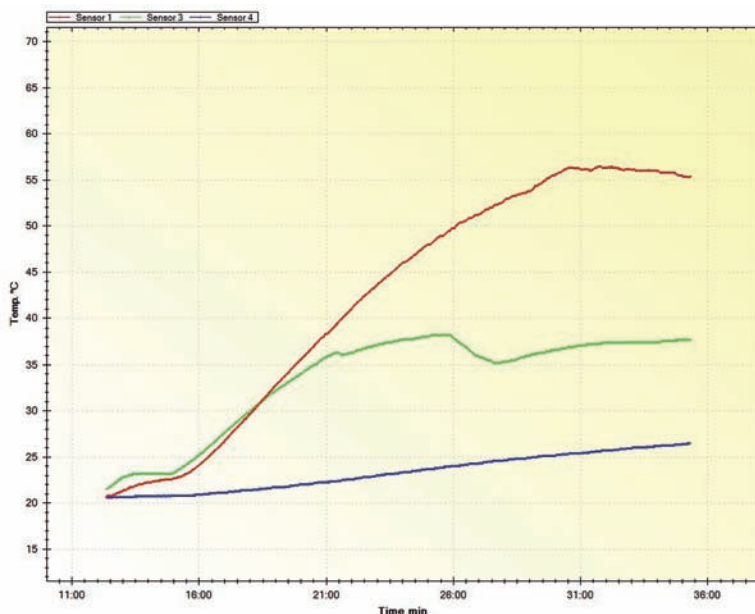

Fig. 4
tive a un apparecchio elettronico in funzionamento, mentre in Fig.4 è possibile vedere il plottaggio della medesima misurazione nel tempo. Dal momento dell'accensione dello strumento alla raggiunta stabilità delle temperature (circa 25 minuti di rilevazioni). Precisamente: "Sensor1" (rosso) è il dissipatore principale (che si stabilizza attorno ai 50-55 °C), "Sensor3" (verde) è una resistenza di potenza che varia abbastanza nel tempo in termini di watt dissipati e quindi in temperatura, mentre "Sensor4" (blu) è la temperatura del trasformatore di alimentazione (che rimane
Con riferimento allo schema di Fig. 4 (1ª parte), in cui sono previsti dei Test Point per la misura del livello del segnale SSB, si riportano alcune misure effettuate con l'analizzatore di spettro con l'apparato in trasmissione, la prova è stata eseguita con una modulazione a due toni rispettivamente a 800 e 1800 Hz:
2. Mixer/modulatore bilanciato, IF ed AGC; lo schema è in Fig. 4 - 1ª parte;
Collegare un generatore RF all'ingresso della IF (TP1, Fig. 4 - 1ª parte): con un livello di 3 - 5 μ V a 11,275 MHz si dovrà ascoltare in altoparlante la nota di battimento; agire sui nuclei delle bobine T4 ÷ T6 per il massimo dell'uscita. Si può utilizzare l'o-
A questo punto vanno regolati i trimmer P1 e P2 del Mixer/Modulatore bilanciato (Fig. 4 - 1ª parte). Al posto del microfono collegare un generatore di BF predisposto a 1,5 kHz e di livello regolabile per non sovraccaricare il preamplificatore microfoni-
Ed infine la regolazione del wattmetro (Fig. 9 - 2ª parte), taratura a 28 MHz e con un carico di 50 Ω , regolare il compensatore da 20 pF affinché la tensione diretta sia massima e minima quella riflessa, collegare un carico di 150 Ω al posto dei 50 Ω e regolare P3 (Fig. 4 - 1ª parte), fino a ridurre la potenza di uscita a meno di 0,5 W.